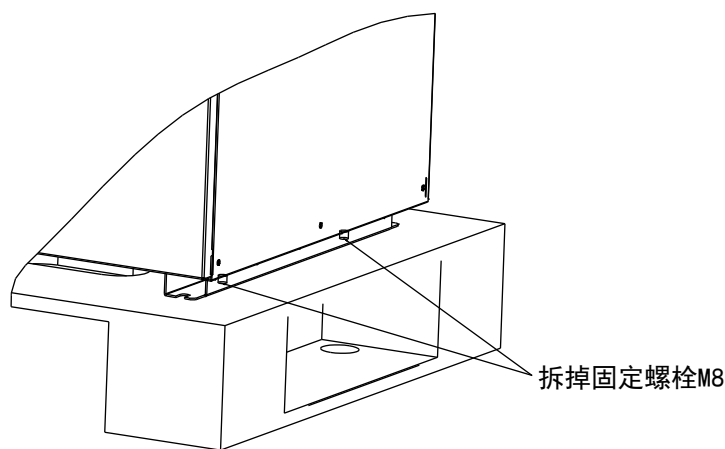

图2.1 拆除包装木架示意图
- 2) 拆除包装木架：机组底脚是用4个M8螺栓（如图2.1）固定在包装木架上, 可选用合适大小的扳手按逆时针方向拆卸螺栓。